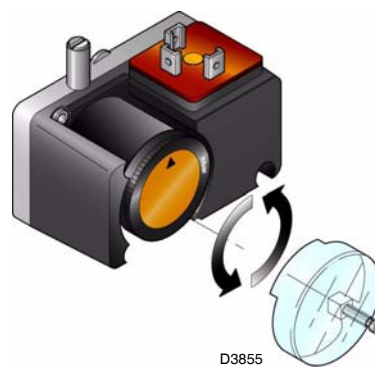

图 33
- 调节最小燃气压力开关（第 36 页图 33）到量程的起始位置。
上述调整结束后，开始调节最小燃气压力开关，此时开关位置应置于量程开始位置（图 33）。